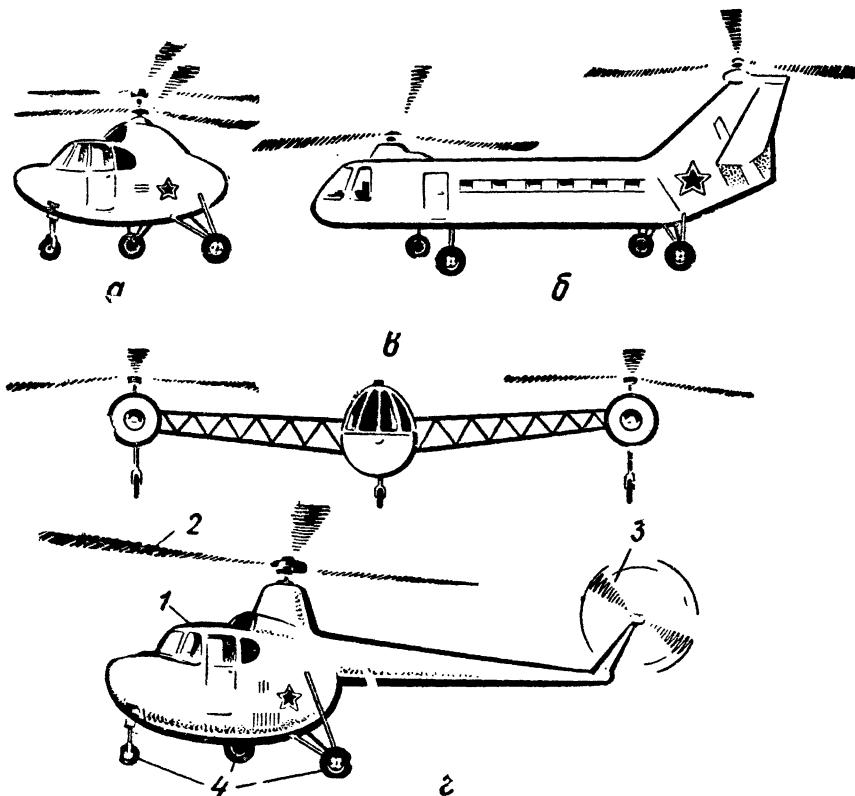

Рис. 148. Основные схемы вертолетов по расположению несущих винтов
I. С двумя соосно расположенными винтами (рис. 148, а). Оба несущих винта находятся на одной оси, один под другим. Вал верхнего винта при этом проходит внутри полого вала нижнего винта. Винты вращаются в противоположные стороны, поэтому на фюзеляж передаются два реактивных момента, взаимно уравновешивающих друг друга. Изменяя в полете угол установки лопастей одного винта по сравнению с установочными углами лопастей другого, пилот добивается разности их реактивных моментов, передаваемых на фюзеляж. Благодаря этому аппарат поворачивается в нужную сторону. Вертолеты соосной схемы имеют относительно
II. С двумя продольно расположенными винтами (рис. 148, б). Согласно этой схеме один винт располагается над носовой частью фюзеляжа, а второй — над хвостовой. Винты вращаются в противоположные стороны, благодаря чему реактивные моменты взаимно погашаются. По этой схеме строят обычно тяжелые многоместные вертолеты, так как фюзеляж такой машины оказывается удобным для размещения грузов и пассажиров. Кроме того, он имеет хорошую продольную управляемость и относительно большую скорость, поскольку его узкий фюзеляж обладает малым лобовым сопротивлением. Однако при полете вперед задний винт работает в воздухе, возмущенном передним винтом, и это уменьшает его к.п.д.
III. С двумя поперечно расположенными винтами, вращающимися в противоположных направлениях (рис. 148, в). На таком вертолете каждый винт обдувается невозмущенным воздушным потоком, что выгодно отличает его от аппаратов, рассмотренных выше. Вертолеты этой схемы имеют хорошую поперечную управляемость, однако боковые фермы для винтомоторных установок создают большое вредное сопротивление.
IV. С одним несущим и одним рулевым винтом (рис. 148, г). Такие вертолеты безопасны и благодаря простоте конструкции получили наибольшее распространение. Они имеют следующие основные части (рис. 148, г): фюзеляж 1, в котором размещается двигатель внутреннего сгорания, рычаги управления, экипаж, пассажиры и грузы; громадный несущий винт 2 с пятью длинными лопастями, напоминающими очень узкие крылья самолета. Винт вращается вокруг вертикальной оси, создавая подъемную силу, величина которой возрастает с увеличением скорости вращения; рулевой или хвостовой винт 3, тяга которого уравновешивает реактивный момент, возникающий при вращении несущего винта. Чтобы повернуть вертолет вокруг вертикальной оси, летчик из кабины с помощью особого механизма изменяет угол атаки лопастей рулевого винта. От этого изменяется тяга винта, вертолет разворачивается и изменяет направление полета; трансмиссию, передающую движение от двигателя рулевому винту. На ней установлены редукторы, представляющие собой систему зубчатых колес, с помощью которых регулируются скорости вращения несущего и рулевого винтов; трехколесное шасси 4, на которое опирается вертолет при стоянке на земле.